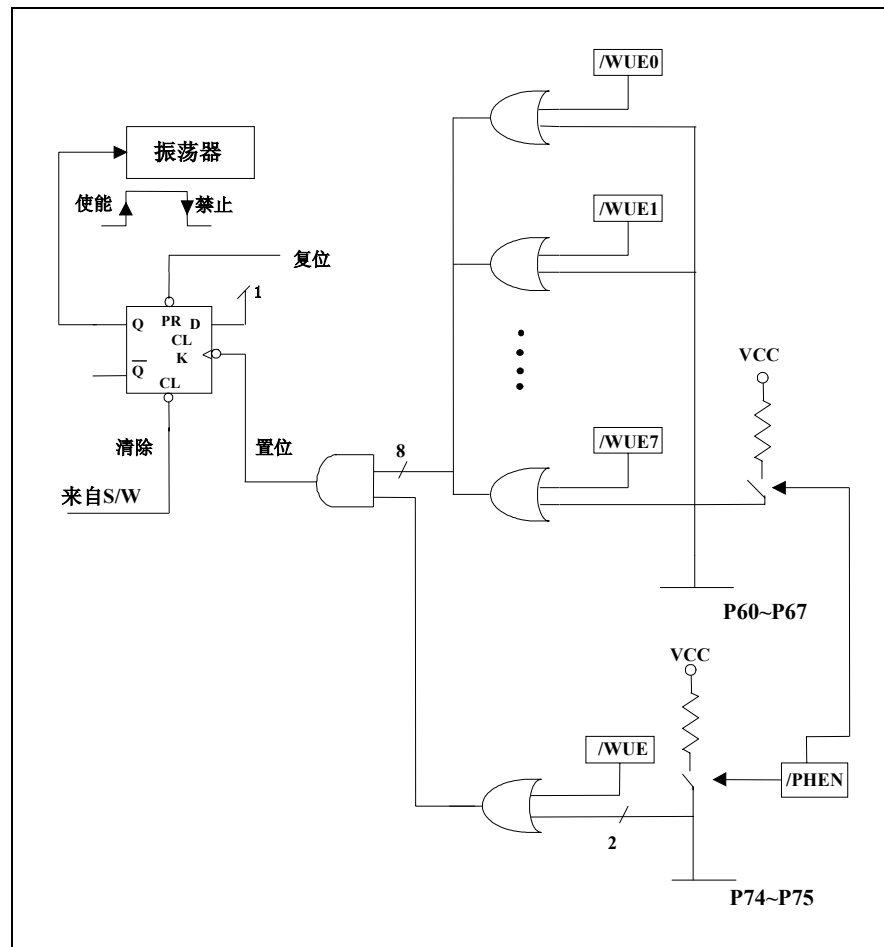

图 4-4 I/O口睡眠模式与唤醒电路框图
**Bit 4 (SLPC):** 该位由唤醒信号低电平引起硬件触发置 1，由软件清 0，SLPC 用于控制振荡器的工作。在 SLPC 位从 1 变成 0 时，振荡器被禁止（振荡器停止，单片机进入休眠模式 2），在 SLPC 位从 0 变成 1，振荡器使能（单片机由休眠模式 2 唤醒）。为了确保振荡器输出信号稳定，一旦振荡器再次起振，在执行下条指令前会有 18ms1（振荡器起振时间，OST）的延时，OST 总是在休眠模式唤醒后可被激活，无论代码选项的 ENWDT 为 0 或其他。唤醒后，如果代码选项中 ENWDT 为 1，则 WDT 将被使能，休眠模式 2 的输入唤醒方框图如图 4-4。
- (A) 图 4-4 所示的所有唤醒引脚为“0”。唤醒后，微控制器从接下来的地址处继续执行。对于此事件，在进入 Sleep2 模式前，应该选择（即输入引脚）并使能（即上拉，唤醒控制）触发源(P60~P67 和 P74~P75)的唤醒功能。唤醒后必须注意的是，不论代码选项的 ENWDT 为“0”或是“1”，WDT 都将被使能。唤醒后的 WDT 操作(被使能或